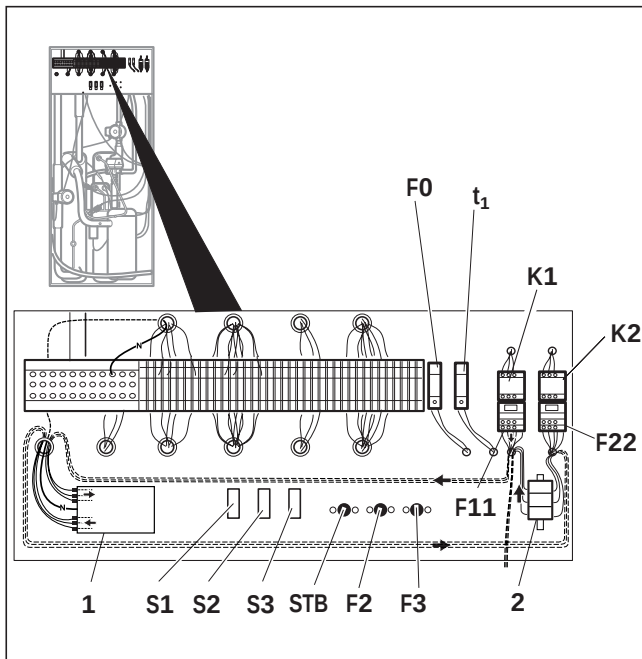
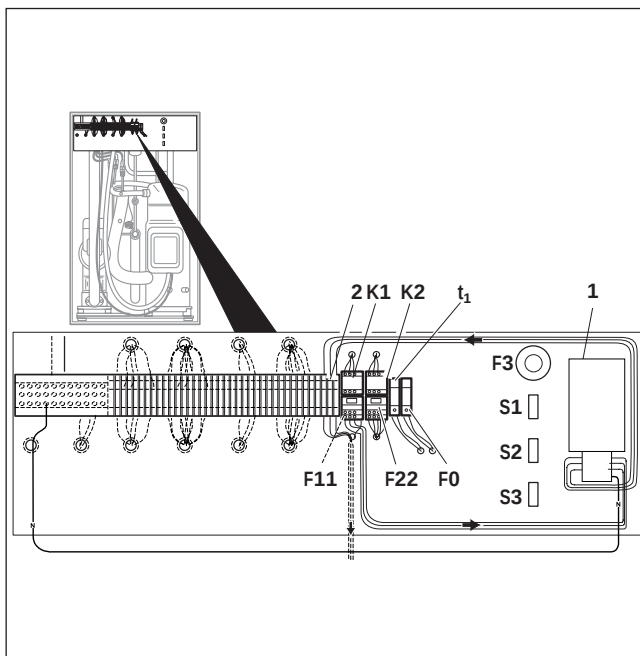

Abb. 3.1 Montage des VWZ 30SV bei Wärmepumpe Geotherm, Ausführung „comfort“
Abb. 3.4 Montage des VWZ 120SV bei Wärmepumpe Geotherm, Ausführung „pro“
3.2.1 VWZ 30SV (Abb. 3.1 - 3.3)
- Befestigen Sie den ASB (1) mit 4 Blechschrauben in den dafür vorgesehenen Bohrungen.
3.2.2 VWZ 120SV (Abb. 3.4)
- Befestigen Sie den ASB (1) mit 6 Blechschrauben in den dafür vorgesehenen Bohrungen. Diese befinden sich rechts neben den Schaltern S1 bis S3.
3.3.1 VWZ 30SV (Abb. 3.1 - 3.3)
- Befestigen Sie die Klemmleiste (2) unter den Schützen F11 und F22, beim Modell „exclusiv“ unterhalb des Schützes F11, mit 2 Blechschrauben je nach Schienenschnitt in 2 der 4 vorhandenen Löcher.
3.3.2 VWZ 120SV (Abb. 3.4)
- Befestigen Sie die drei mitgelieferten Klemmen (2) und die Abschlussplatte auf der Hauptklemmleiste in der Lücke links neben der Erdungsklemme und dem F11-Schütz.
- Klemmen Sie die drei Phasen (schwarz/braun/blau) des Kompressorkabels vom F11-Schütz ab und klemmen Sie sie in dieser Reihenfolge von oben nach unten an die Klemmleiste (siehe Abb. 3.1 - 3.4)
- Führen Sie die Ader „N“ (blau) des Anlaufstrombegrenzers gemäß Abb. 3.1 - 3.4 an die Klemme „N“ der Netzeinspeisung des Kompressors und schließen Sie diese an.